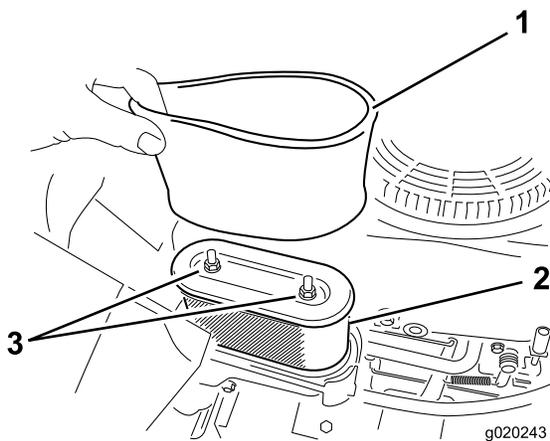

Bild 33
5. Nehmen Sie die Schaum- und Papierfiltereinsätze vorsichtig aus dem Luftfiltergehäuse heraus (Bild 33).
1. Setzen Sie den Schaumfilter auf den Papierfilter (Bild 33).